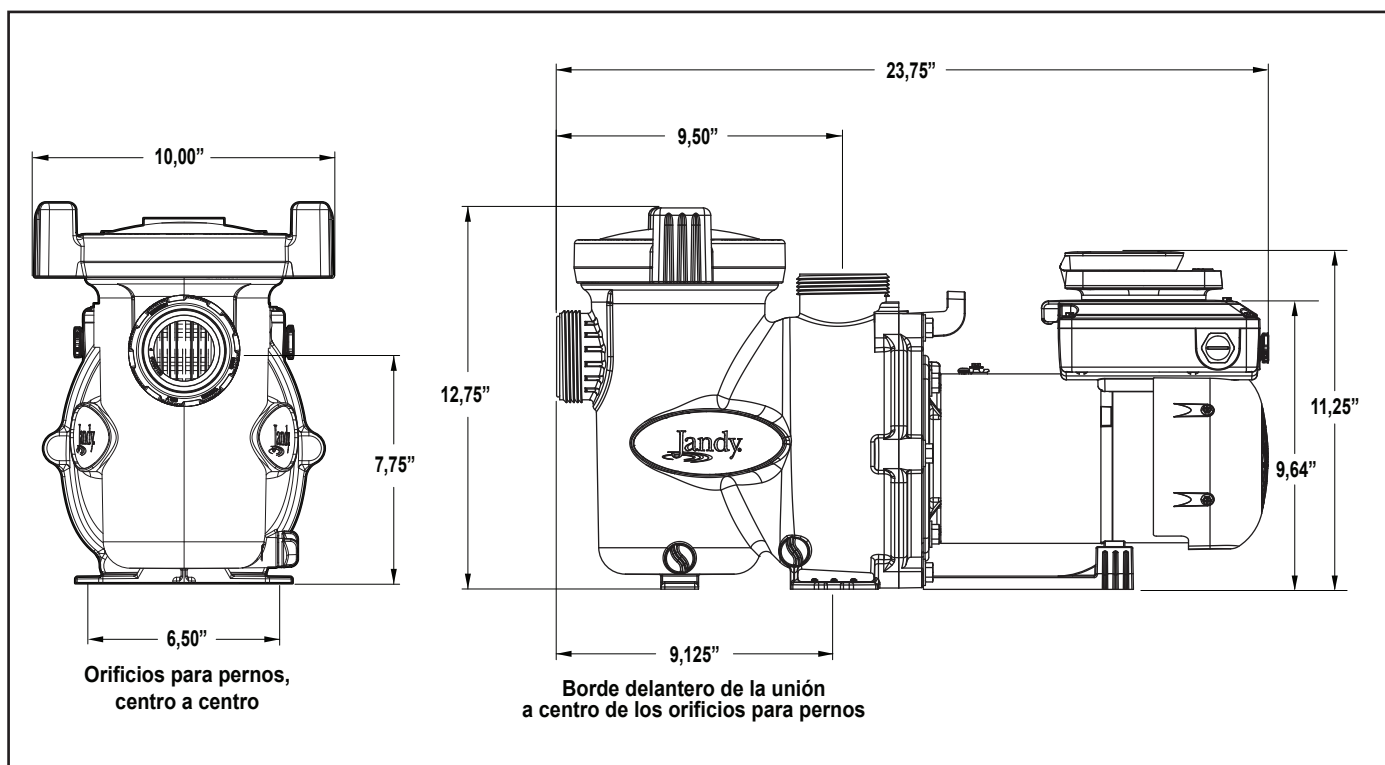

Figura 1. Dimensiones de la bomba de velocidad variable
Cantidad de salidas de succión por bomba: Proporcione al menos dos (2) salidas de succión balanceadas hidráulicamente, con cubiertas, como salidas de succión para cada línea de succión de la bomba de circulación. Los centros de las salidas de succión (salidas de succión) de cualquier una (1) línea de succión deben estar a al menos tres (3) pies de distancia de centro a centro. Consulte la Figura 1.
El sistema **debe** construirse para incluir al menos dos (2) salidas (drenajes) de succión conectadas a la bomba siempre que la bomba esté en funcionamiento. Sin embargo, si dos (2) salidas de succión van a una única línea de succión, la única línea de succión puede estar equipada con una válvula que apague ambas salidas de succión desde la bomba. El sistema se construirá de tal modo que no permita el cierre o el aislamiento separado independiente de cada drenaje. Consulte la Figura 1.